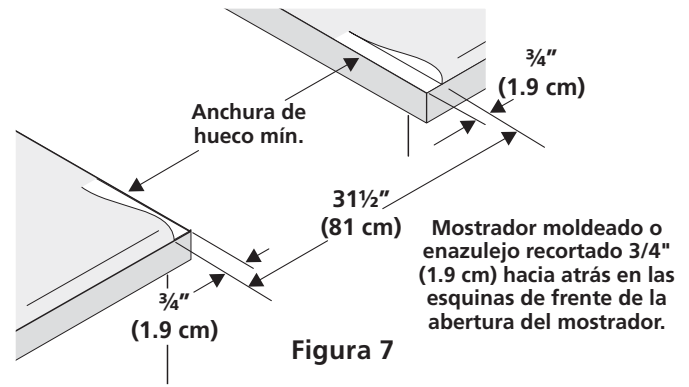

Figura 7
- **El reborde de frente de mostradores moldeados** deben tener bordes moldeados a $3/4"$ (1.9cm) a partir de cada extremidad de la apertura (Figura 7).
- **Los mostradores enazulejos** deberán necesitar un recorte de $3/4"$ (1.9 cm) a partir de cada extremidad y/o un borde redondeado aplanado (Figura 7).